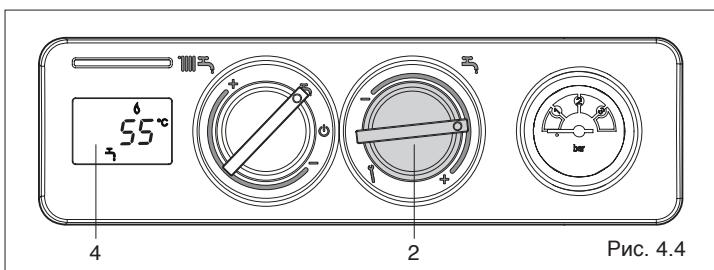

Рис. 4.4
**- Регулирование температуры бойлера:** Для регулировки температуры сантехнической воды (санузлы, душ, кухня и прочее) поворачивайте ручку (2, Рис. 4.4) внутри зоны, обозначенной знаками + и -. При повороте переключателя на цифровом дисплее (4, Рис. 4.4) будет отображаться заданная температура (уставка). Для того чтобы изменить уставку, вращайте переключатель до тех пор, пока на дисплее не отобразится нужное вам значение. Через несколько секунд после того как вы отпустите переключатель, на дисплее начнёт отображаться текущая температура в бойлере.